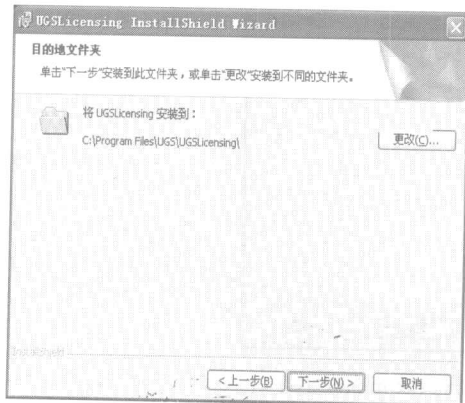

图 1-5 安装许可证文件路径选择界面
(7) 单击 **下一步(N) >** 按钮，出现安装许可证文件路径选择界面，如图 1-5 所示。